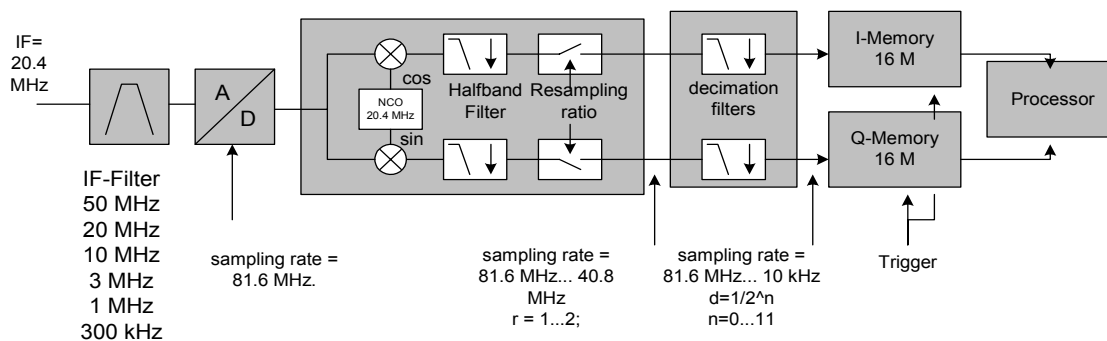

Bild 6-1 Blockschaltbild mit der Signalverarbeitung des R&S ESU
**Bild 6-1** zeigt die Hardware des s von der ZF bis zum Prozessor. Das ZF-Filter ist das Auflösefilter des R&S ESUs, einstellbar von 300 kHz bis 50 MHz. Der A/D-Wandler tastet die ZF (20,4 MHz) mit 81.6 MHz ab.